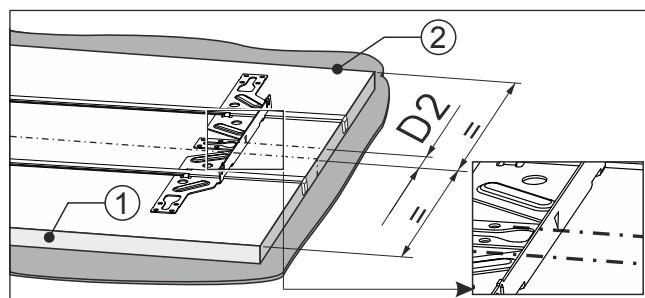

Fig. 91
- Le repère de la traverse de fixation repose sur le marquage Fig. 91 (D2).